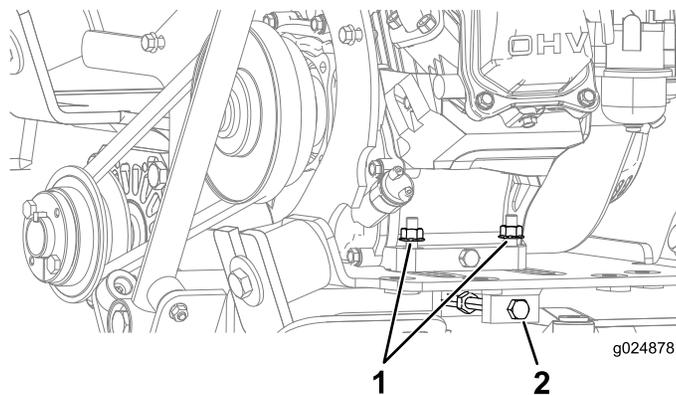

Figura 28
3. Afloje las 2 tuercas con arandela prensada (8 mm [5/16"]) que sujetan la parte trasera del motor (Figura 28).
4. Afloje la contratuerca y gire el perno tensor de la correa en sentido horario para tensar la correa o, gire el perno tensor de la correa en sentido antihorario para aflojar la tensión de la correa (Figura 28).
8. Apriete las 2 tuercas con arandela prensada (8 mm [5/16"]) que sujetan la parte trasera del motor a 23–29 N·m (17–21 pies-libra), como se muestra en la Figura 28.